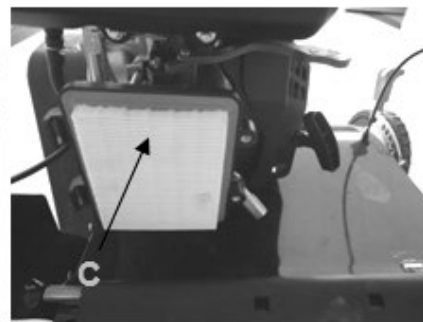

Fig.12B
3. Verwijder het filter (Fig.12B)